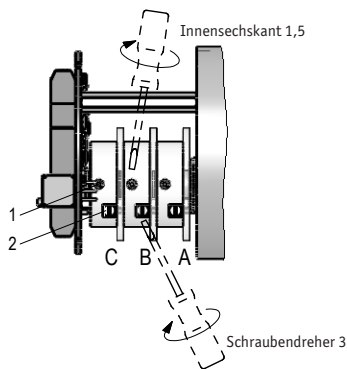

Abb. 10: Einstellung der Schaltnocken
- Bringen Sie die drehbaren Nocken (A, B, C) in eine zur Feineinstellung günstige Position: Gewindestift (1) und Schraubrad (2) sollen gut erreichbar sein.
- Sichern Sie jeweils die Nocken durch Anziehen der Gewindestifte (1) gegen Verdrehen.
- Die Feineinstellung der Nockenscheibe erfolgt durch drehen der Feineinstellschraube (2) mittels Schraubendreher Größe 3 (siehe Abb. 10).